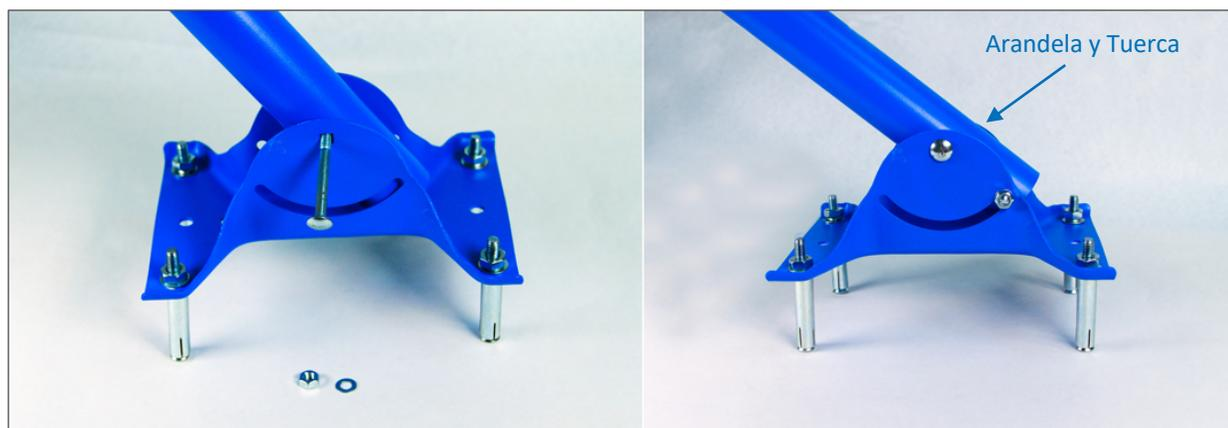

Imagen 16. Instalación de Mástil
Luego se coloca un (1) tornillo de cabeza hexagonal 1/4*57.2 como indica la Imagen 16, en este caso el tornillo se puede introducir por cualquiera de los lados de la base. Se coloca una (1) arandela y una (1) tuerca y se aprieta.